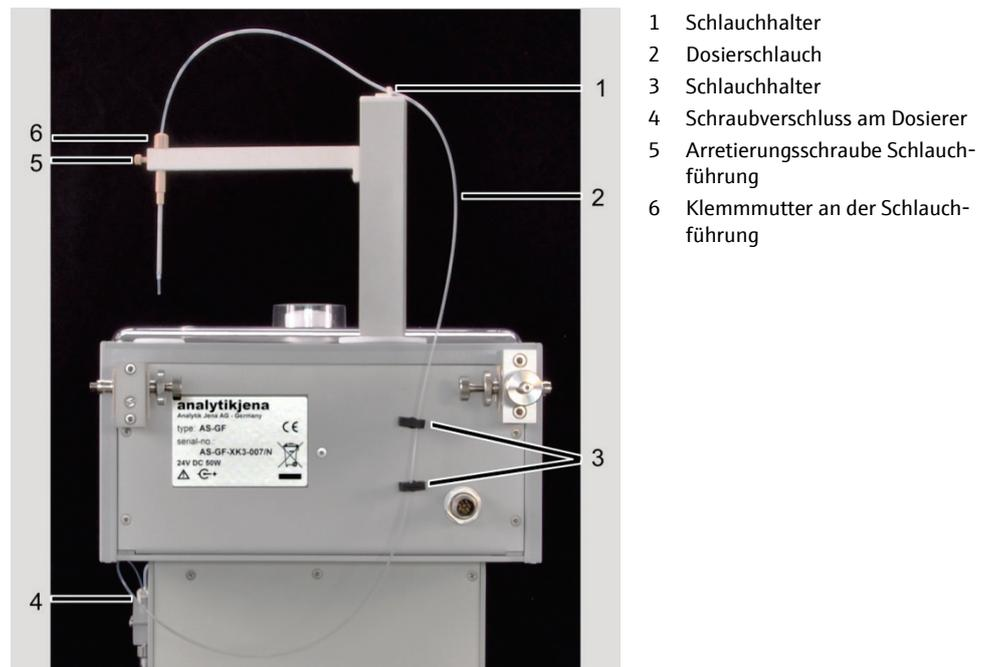

Bild 65 Dosierschlauch am AS-GF
1. Klemmmutter an der Schlauchführung (6 in Bild 65) lockern und Dosierschlauch nach oben herausziehen.
1. Klemmmutter an der Schlauchführung (6 in Bild 65) lockern und Schlauch herausziehen. Schlauch aus den Schlauchhaltern am Probengeberarm und an der Rückseite des Probengebers (1 und 3 in Bild 65) herausnehmen.
2. Schraubverschluss am T-Ventil des Dosierers (4 in Bild 65) lösen.